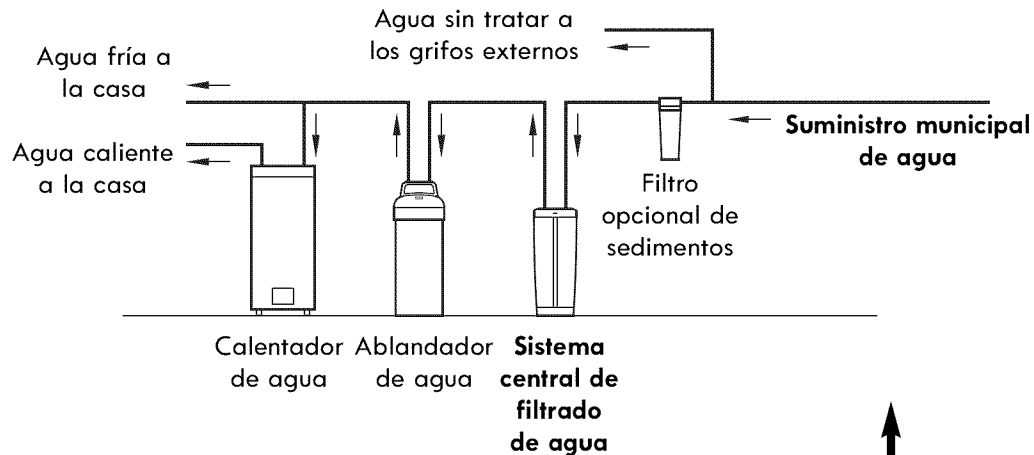
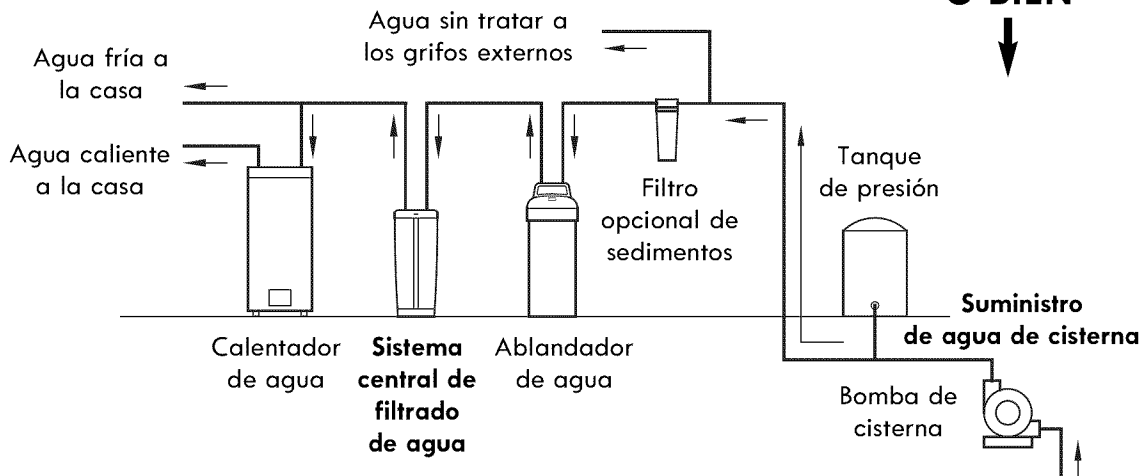

Figura 2A
Figura 2B
- Para una casa con suministro municipal de agua, instale el sistema central de filtrado de agua para toda la casa entre el suministro entrante de agua de la vivienda y el suavizante de agua, si se utiliza. (Vea la Figura 2A). Si la casa tiene un suministro de agua de cisterna, invertir el orden del sistema central de filtrado de agua y el suavizante de agua (Vea la Figura 2B).